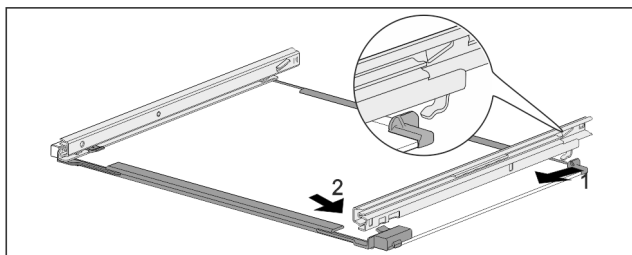

Fig. 78 Glashylla med skenor
- ▶ Haka fast skena baktill. Fig. 78 (1)
- ▶ Haka fast skena framtill. Fig. 78 (2)